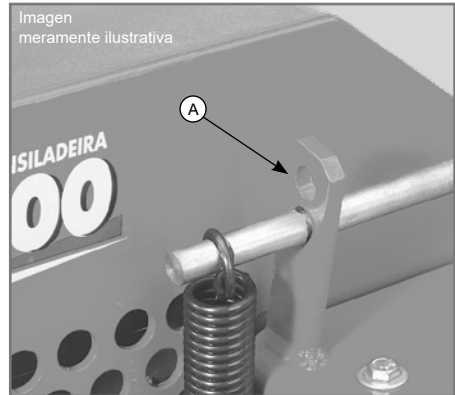

Figura 12
- ✓ Si hubiera disminución en la presión de los muelles, cambie la posición de la barra para el orificio superior (A), como indica la Figura 12.